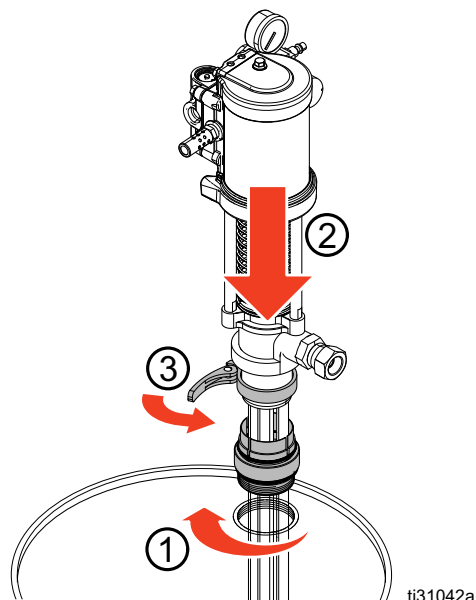

FIG. 9
6. Assicurarsi che la guarnizione sia in sede e avvitare saldamente l'adattatore fusto nel foro del tappo del fusto (1). Inserire la pompa nell'adattatore (2) e fissarla in posizione (3). Vedere FIG. 9.